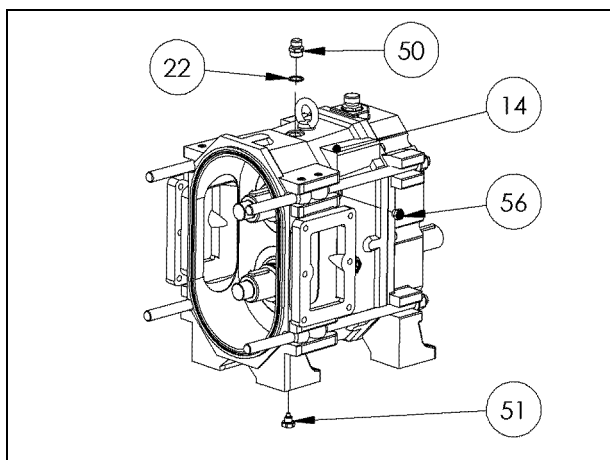

Fig. 16-4. Smontaggio tappi olio prima smontaggio tenute.
1. Prima di smontare le tenute meccaniche bisogna (Fig. 16-4):